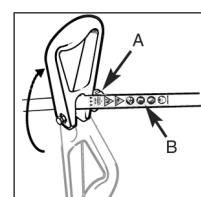

Fig. 1
- Lösen Sie die Einstellschraube und drehen Sie den Griff nach oben. Positionieren Sie den Griff entsprechend der Pfeilrichtung siehe Warnaufkleber (B) siehe Fig. 1.